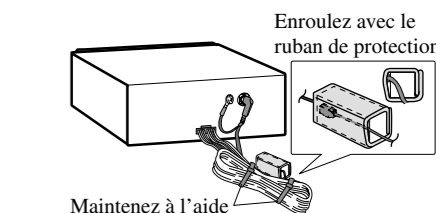

Fig. 10
• Pour installer la boîte de raccordement de câble à fibres optiques au moyen des attaches. (Fig. 10)